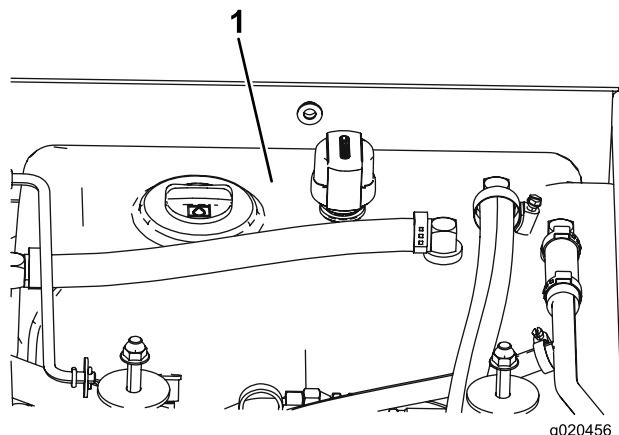

Figura 76
4. Llene el depósito (Figura 76) con fluido hidráulico; consulte Comprobación del fluido hidráulico \(página 60\).